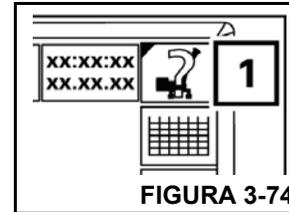

FIGURA 3-74
No menu principal, pressione o botão F5 (1) (Figura 3-74) uma vez.